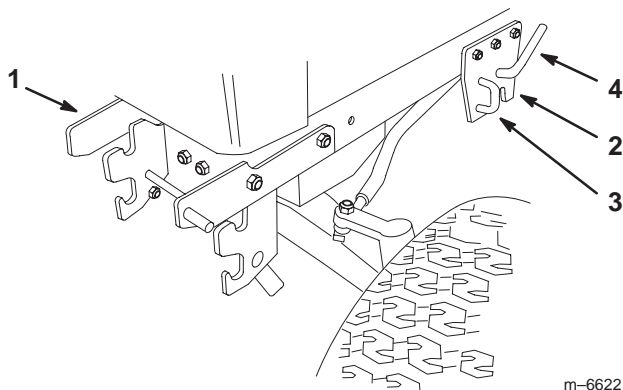

**Bild 2**
1. Setzen Sie die Federn in die Mähwerkhalterungen, und zwar mit den Hakenenden über der erhobenen Rückseite (Bild 2).
2. Richten Sie das Ablenkblech mit den Löchern in den Halterungen und den geraden Enden der Feder unter dem Scharnier sowie über dem Ablenkblech aus (Bild 2).
3. Befestigen Sie das Ablenkblech mit den 2 Schrauben (3/8 x 3-1/2 Zoll) und den 2 Sicherungsmuttern (3/8 Zoll) an der Halterung (Bild 2).